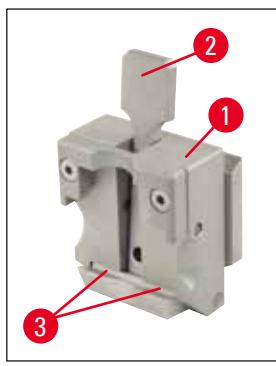

図41
- ・カセットクランプのクランプレバーのシャフト（→図41-3）（→図41）。